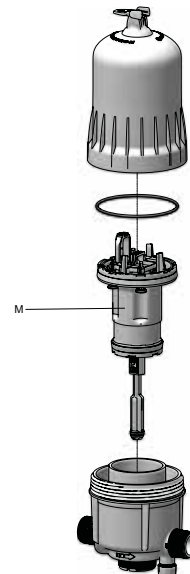

Рис. 29
- Отвинтите крышку вручную (Рис. 29) и снимите ее.